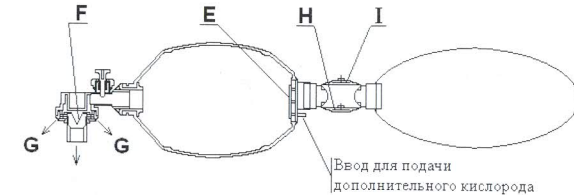

Рисунок 2. Принцип действия устройства
Воздух поступает к пациенту при сдавливании дыхательного мешка (Рис.2). Положительное давление воздуха внутри дыхательного мешка, возникающее при сжатии дыхательного мешка, закрывает впускной клапан (Е), который расположен в нижней части дыхательного мешка. Это приводит к тому, что клапан типа "duckbill" (F) перекрывает каналы выдоха (G) блока неререверсивных клапанов. Дальнейшее сжатие дыхательного мешка проталкивает воздух через клапан типа "duckbill" к пациенту. Если используется дополнительный источник медицинского кислорода, подключенный к вводу подачи, то во время сжатия дыхательного мешка кислород поступает в кислородный резервуар (D) через блок клапанов (С).
Во время пассивного выдоха, когда пациент создает положительное давление, действующее со стороны пациента на клапан типа "duckbill", или когда оператор стравливает давление из дыхательного мешка, клапан типа "duckbill" закрывается, направляя выдыхаемый пациентом воздух, через каналы выдоха блок неререверсивных клапанов (Рис.2).